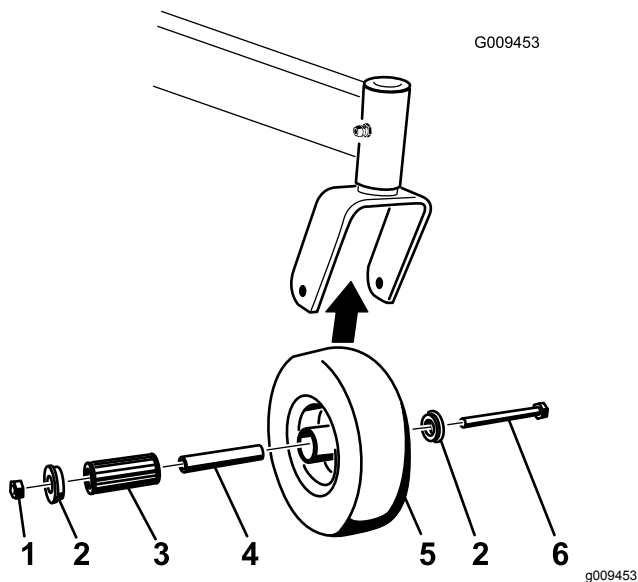

Figura 56
1. Retire la contratuerca y el perno que sujetan la rueda giratoria a la horquilla (Figura 56).
- Retire un solo casquillo y tire del casquillo intermedio y del cojinete de rodillos para sacarlos del cubo de la rueda (Figura 56).
- Retire el otro casquillo del cubo de la rueda y limpie la grasa y la suciedad del cubo de la rueda (Figura 56).
Nota: Repare o cambie cualquier pieza dañada o desgastada (Figura 56).
- Coloque un casquillo en el cubo de la rueda (Figura 56).
- Engrase el cojinete de rodillos y el casquillo intermedio y deslícelos en el cubo de la rueda (Figura 56).
- Coloque el segundo casquillo en el cubo de la rueda (Figura 56).
- Instale la rueda giratoria en la horquilla y fíjela con el perno y la contratuerca (Figura 56).
- Apriete la contratuerca hasta que el casquillo intermedio se apoye contra el interior de las horquillas de las ruedas giratorias (Figura 56).